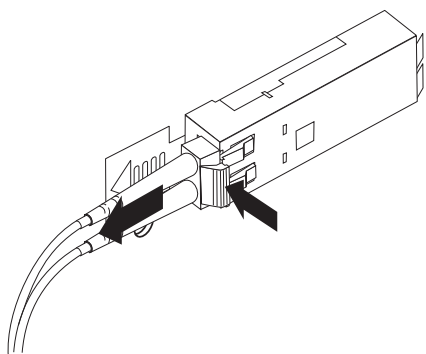

图 3-16. 拔下 LC-LC 光纤通道电缆
2. 在按下电缆拉杆的同时，小心地拉动接口，以从 SFP 模块拔下电缆，如图 3-16 中所示。